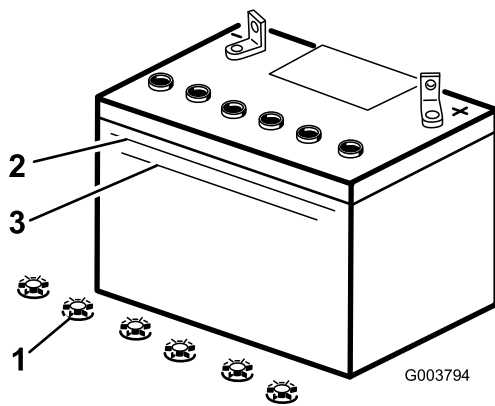

Bild 36
3. Sehen Sie sich die Seite der Batterie an. Der Füllstand muss bis zur oberen Linie reichen (Bild 36). Der Säurestand darf nicht unter die untere Linie fallen (Bild 36).
3. Entfernen Sie die Verschlussdeckel von der Batterie (Bild 36).
4. Gießen Sie langsam destilliertes Wasser in jede Batteriezelle, bis der Säurestand die obere Linie (Bild 36) am Batteriegehäuse erreicht.
5. Warten Sie nach dem Füllen der Batteriezellen fünf bis zehn Minuten. Gießen Sie bei Bedarf destilliertes Wasser in jede Batteriezelle, bis der Säurestand die obere Linie (Bild 36) am Batteriegehäuse erreicht.